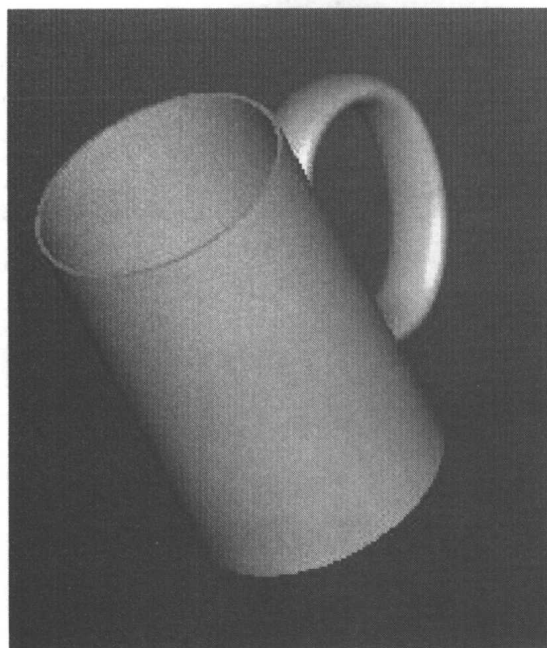

图 1-8
9. 在 PART 菜单中单击 Regenerate 选项，模型自动发生了变化，如图 1-8 所示。